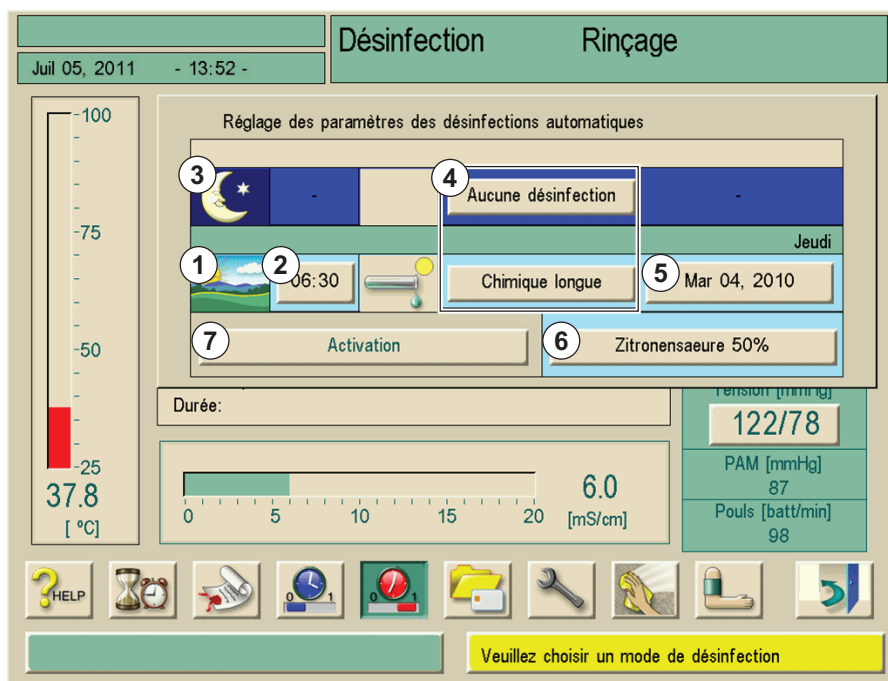

Fig. 8-7 Écran de «Désinfection»
1. Toucher le bouton pour la méthode de désinfection (4, Fig. 8-7) .
3. Régler l'interrupteur **ON** sur l'heure (2, Fig. 8-7).
4. Toucher le bouton «Activer» (7, Fig. 8-7).